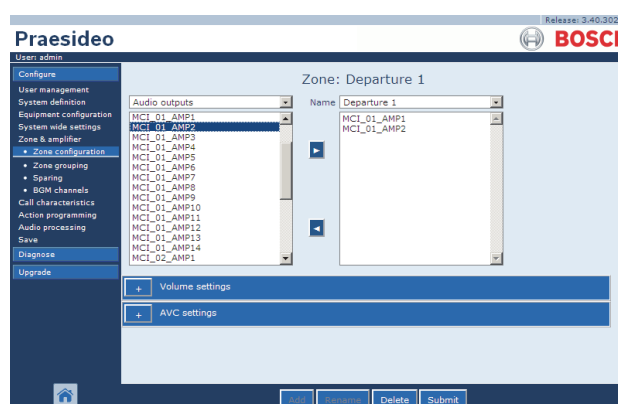

figura 46.3: Nuova zona, passaggio 1
- 1 Passare a *Configure > Zone & amplifier > Zone configuration*. Nella cornice principale dell'interfaccia web, appare una schermata simile a quella in figura 46.3.